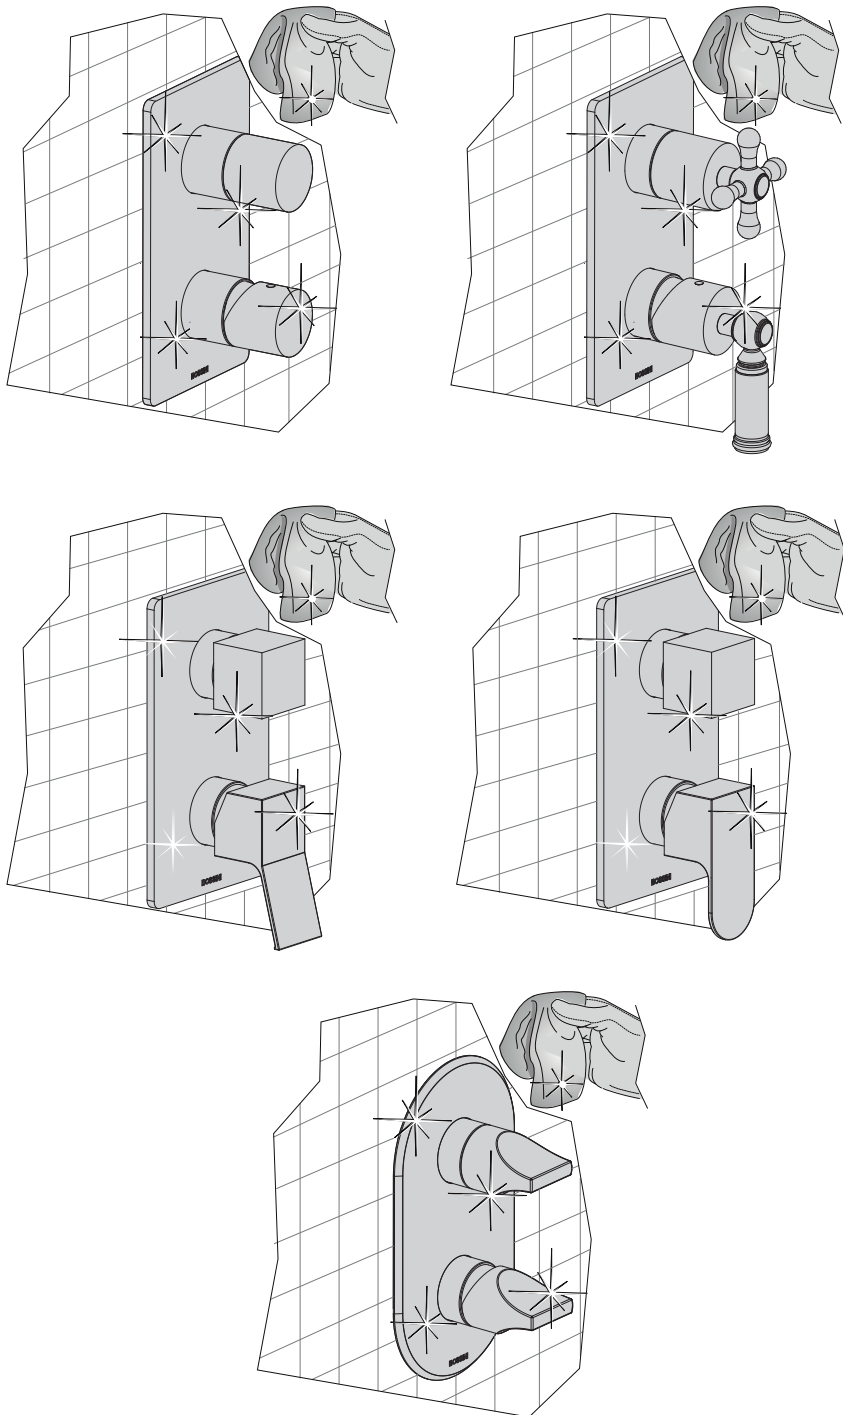

Fig 40
15. Con un panno eseguire una accurata pulizia. (fig. 40)
15. Clean carefully with a cloth (Fig. 40).